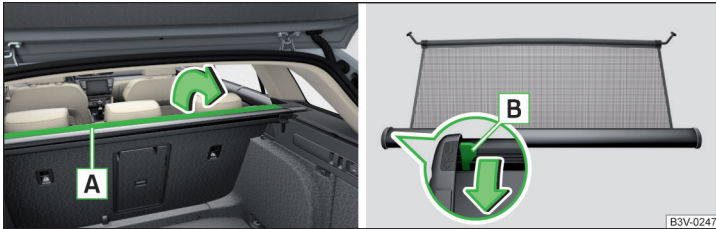

Abb. 147 Teil der aufrollbaren Gepäckraumabdeckung aufklappen / Entriegelungshebel
- › Einen Teil der aufrollbaren Gepäckraumabdeckung **A** in Pfeilrichtung aufklappen » Abb. 147.
- › Einen Teil der aufrollbaren Gepäckraumabdeckung **A** entgegen der Pfeilrichtung zurückklappen » Abb. 147.
Sollte die Netztrennwand beim Herausziehen aus dem Gehäuse blockieren, dann den Entriegelungshebel **B** in Pfeilrichtung drücken » Abb. 147.